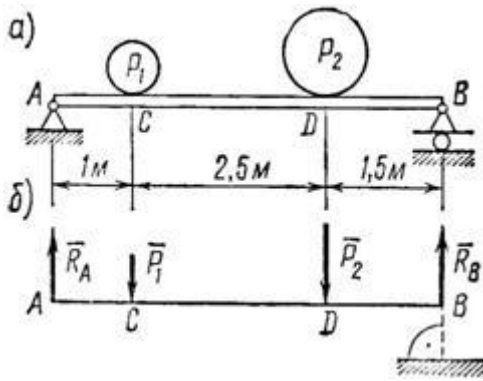

Рисунок 12
3. На горизонтальную балку АВ, левый конец которой имеет шарнирно-неподвижную опору, а правый – шарнирно-подвижную, в точках С и D поставлены два груза: $P_1=10$ кН и $P_2 = 20$ кН (рис. 12, а). Определить реакции опор балки.